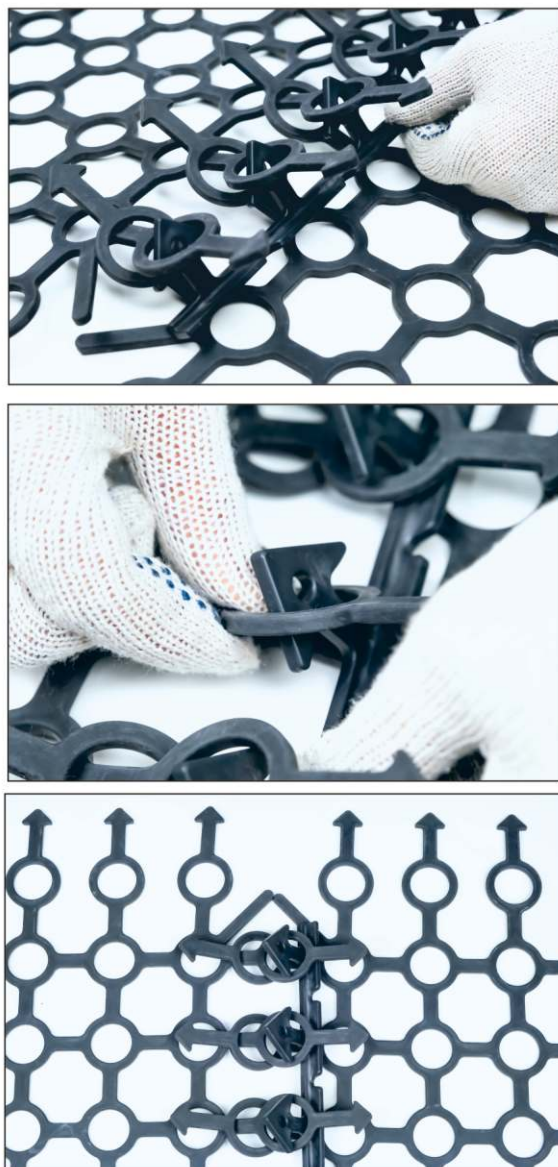

Рис. 6
5.2.2.3. Фиксировать сборку двух модулей. Для этого стреловидные фиксаторы вставить в кольцевые ячейки с направлением стрелок от центра к краю. (рис. 6).